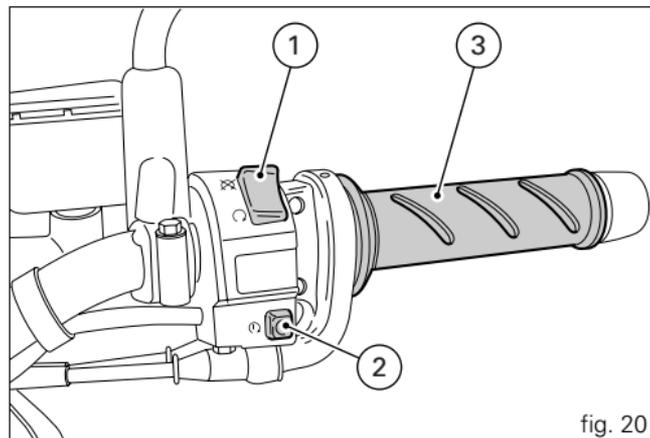

fig. 20
- 1) si le code est reconnu, le témoin IMMO (3, fig. 5) sur le tableau de bord, émettra un bref clignotement ; le système antivol a reconnu le code de la clé et désactive le blocage du moteur. En appuyant sur le bouton de  démarrage du moteur (2, fig. 20), le moteur se met en marche ;
Comodo droit (fig. 20)
Poignée des gaz (fig. 20)